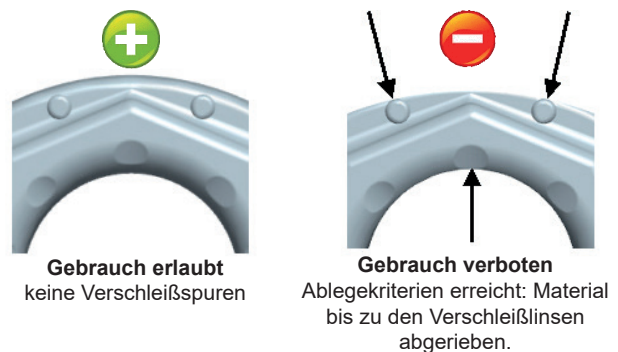

Abb. 3: Verschleißmarkierungen
- Kontrollieren Sie sorgfältig die Verschleißmarkierungen des Anschweißpunktes (siehe Abb. 3):
- Querschnittsveränderungen durch Verschleiß > 10 % (siehe Abb. 3 Verschleißmarkierungen)